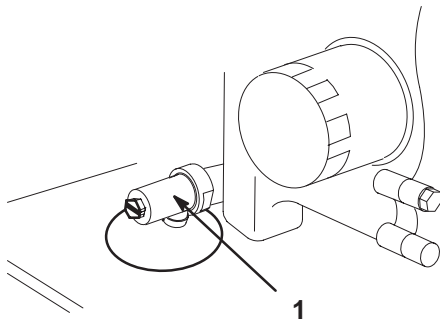

Bild 39
3. Stellen Sie ein Auffanggefäß unter die Verschluss-schraube. Öffnen Sie das Ventil entweder mit einem Flachschaubenschlüssel, einem 3/8"-Schlüssel oder einem 10 mm Schlüssel (Bild 39).
4. Drehen Sie das Ventilende im Uhrzeigersinn, um das Ventil zu schließen. Drehen Sie das Ventilende entgegen dem Uhrzeigersinn, um das Ventil zu öffnen (Bild 39).
5. Schließen Sie das Ablassventil, sobald alles Öl abgelaufen ist (Bild 39).